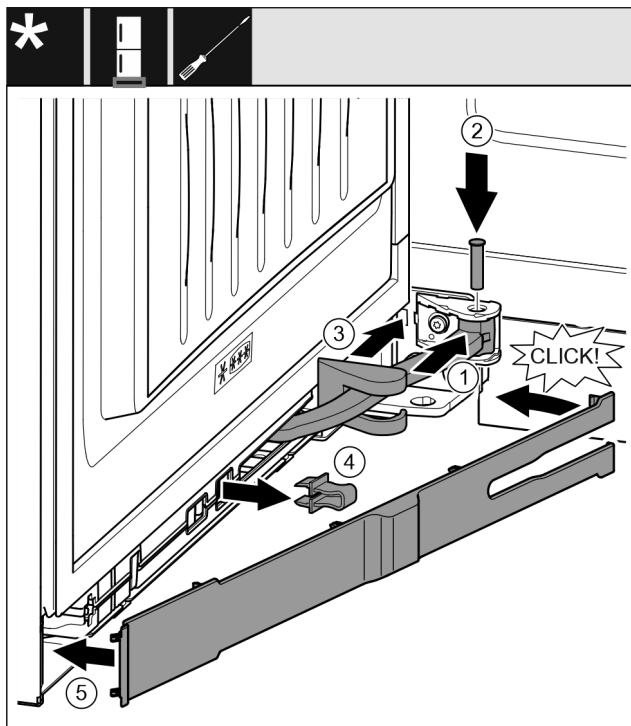

Fig. 47
- ▶ Vrid leden i upphängningen. Fig. 47 (1)
- ▶ Sätt in bulten i upphängningen och leden med en skruvmejsel T15. Kontrollera då att låskammen sitter korrekt i spåret. Fig. 47 (2)
- ▶ Skjut lagerbocksskyddet längs leden och montera det över upphängningen. Fig. 47 (3)
- ▶ Ta av spärren. Fig. 47 (4)
- ▶ Sätt på panelen på samma sida som handtaget och fäll in den. Fig. 47 (5)